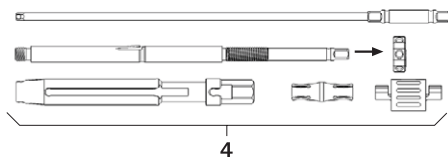

Fig. 2
- Démontez le levier de réduction **4**, voir Fig. 2. Démontez entièrement le levier de réduction et dévissez l'écrou de serrage.